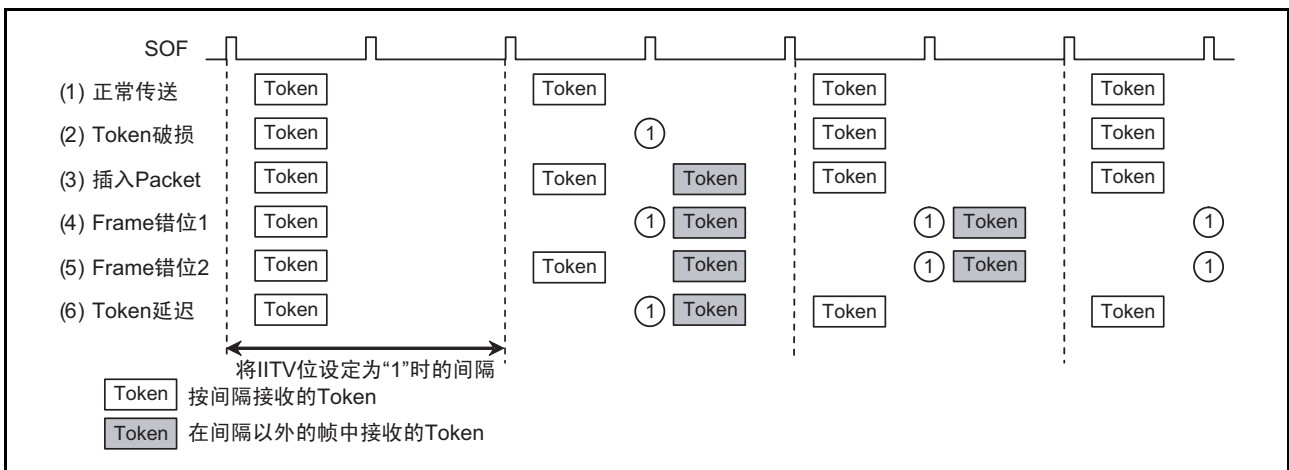

图 28.22 IITV 位为“1”时的间隔错误发生例子
USB 模块的间隔错误发生例子如图 28.22 所示。间隔错误有以下 5 种。在图中的①时序发生间隔错误并且进行缓冲器刷新功能的运行。